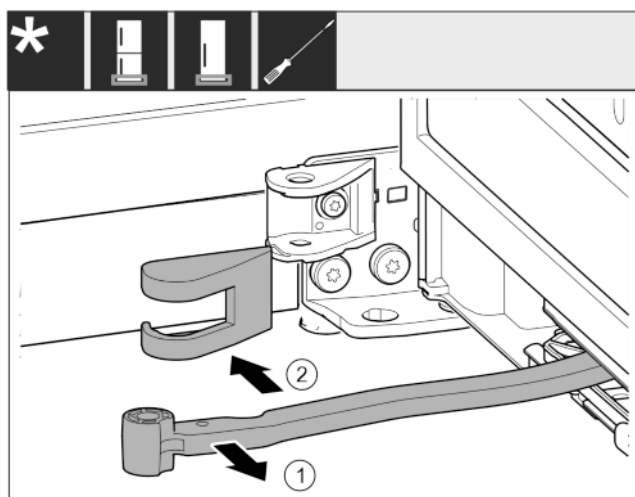

Fig. 13
- ▶ Zgibni del zavrtite v smeri vrat. Fig. 13 (1)
- ▶ Odstranite pokrov ležajnega podstavka. Fig. 13 (2)